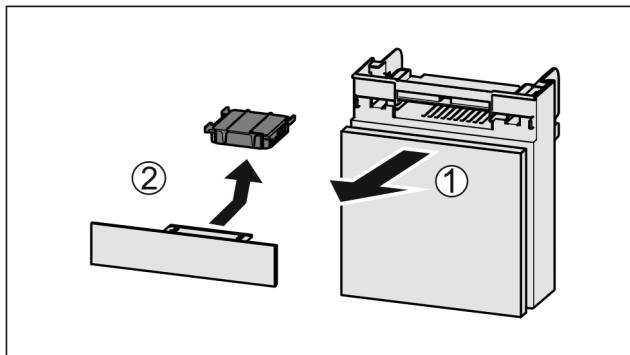

Fig. 43
- Вытащить Fig. 43 (1) отделение движением вперед.
- Извлечение Fig. 43 (2) фильтра с активированным углем.